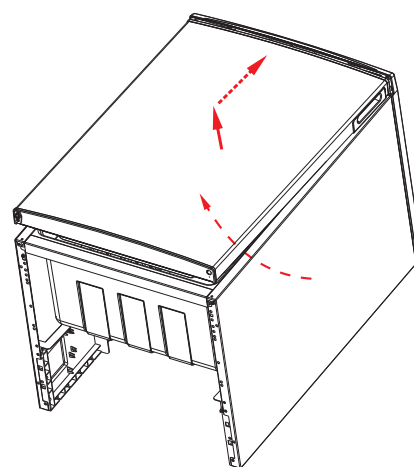

Fig. 17
- ▶ Vuelva a colocar la puerta de la cámara frigorífica en la cámara frigorífica desplazando la puerta ligeramente inclinada desde abajo hacia arriba (fig. 17). Al hacerlo, procure que la espiga de la bisagra superior quede fijada en el casquillo de bisagra de la parte superior de la puerta de la cámara frigorífica y que la junta cierre correctamente el borde de la carcasa.